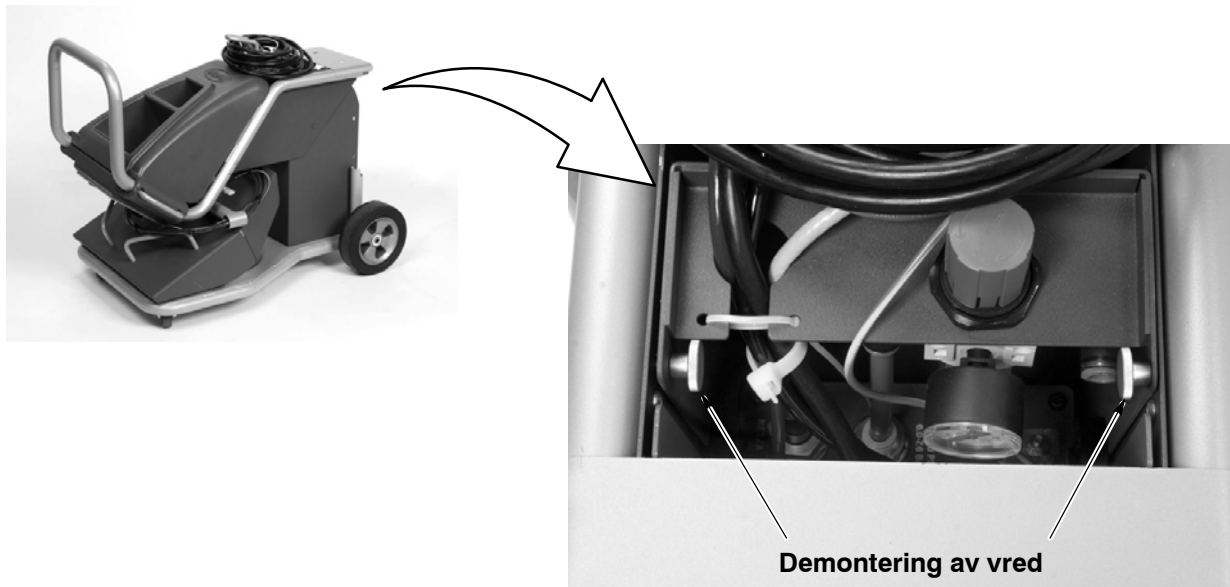

Bild 2-4 Förberedelser för att fälla upp vagnens handtag (VBF system visat)
1. Se bild 2-4. Kraftenhetens låda sitter på vagnens baksida. Skruva av de två vreden på lådans sidor så att handtaget släpper från basen. Spara vreden så att handtaget kan fästas i moment 3.